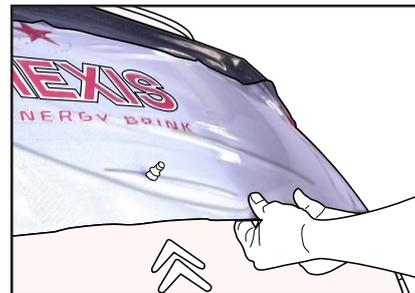

Figure 14
- › Tirer sur le bas puis sur le haut du film afin de réduire les tunnels qui se sont formés lors de l'étape précédente. (FIG. 14)